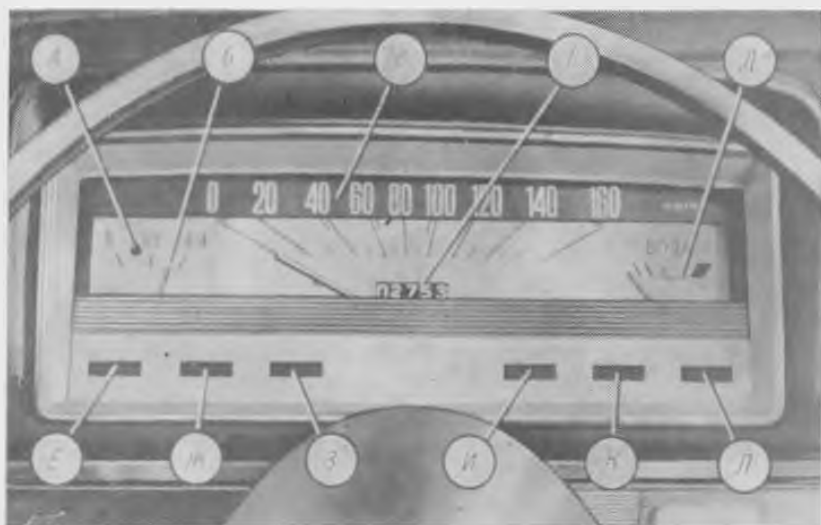

Рис. 1-10. Щиток приборов:
7. Комбинация приборов 6 (рис. 1-10), в которую входят: